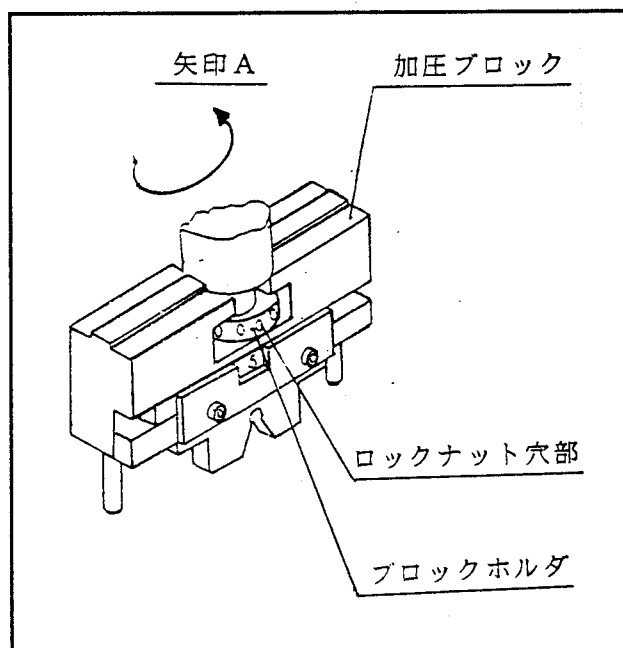

図1
- ①図1の様に加圧ブロックの凸部をハンドプレスのブロックホルダ凹部にはめ込んで下さい。
- ②ロックナット穴部にM5六角レンチ（プレス付属品）を差込み、右方向（矢印A方向）に回して加圧ブロックを締め付け、固定して下さい。逆に回すと緩みます。